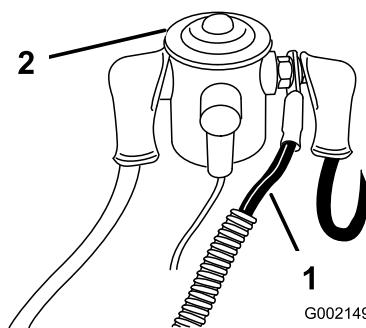

図 6
- ソレノイド(図 6; 運転席下)の左側に赤い線(パワー線)を接続する。